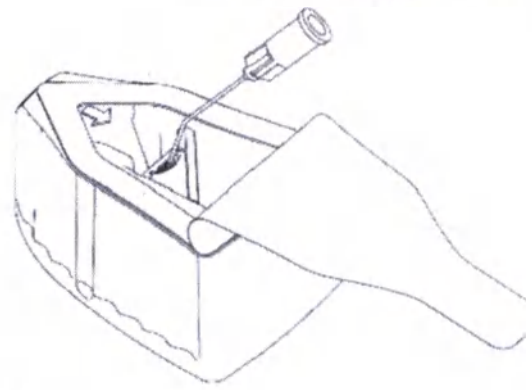

Рис. 1
3. Откройте контейнер с ИОЛ и нанесите вязкоэластик на держатель линзы, не извлекая его из контейнера. Не вводите канюлю в держатель линзы, чтобы не повредить ИОЛ, как показано на Рис. 1.